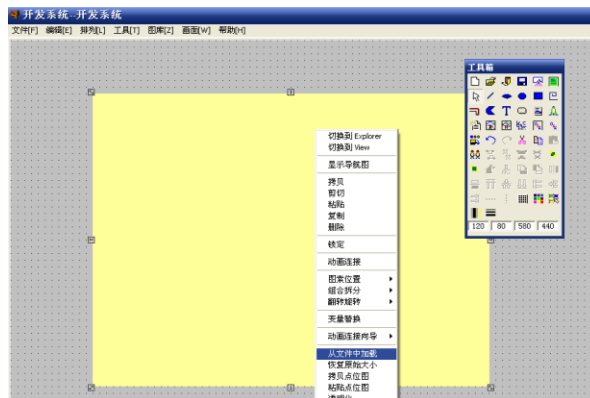

图 3-25
3、选中该点位图对象，单击鼠标右键，弹出浮动式菜单，如图 3-25 所示。